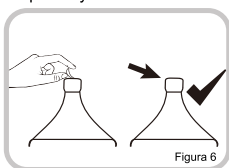

Figura 6
2. Quite el sello de manipulación de la parte superior de la tapa del botellón. NO quite la tapa de plástico. (Figura 6)